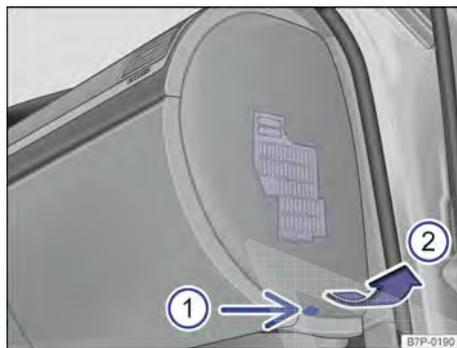
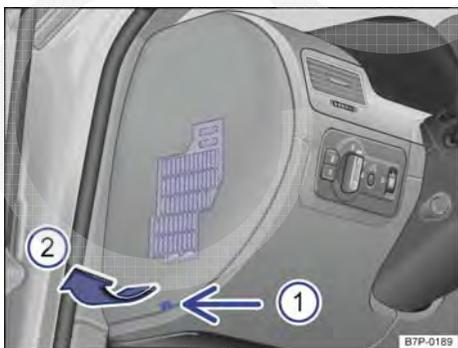

Fig. 244 No painel de instrumentos à direita: remover a cobertura da caixa de fusíveis.
Fig. 243 No painel de instrumentos à esquerda: remover a cobertura da caixa de fusíveis.
- Introduzir um objeto plano, por exemplo, a chave de fenda das ferramentas de bordo, no entalhe → Fig. 243 ① ou → Fig. 244 ① e levantar cuidadosamente a cobertura no sentido da seta ②.